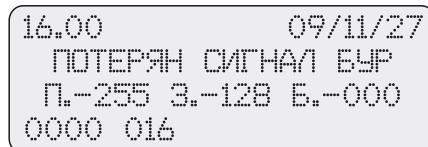

Рис. 6.33
Для просмотра событий, происходивших в системе, предназначено меню «Архив», где с привязкой ко времени и месту отображаются все события (рис. 6.33).
Для программирования ID сети при первом включении любого устройства оборудования «ГАРАНТ-Р» ПО-2 (в том числе и РС-К) включите БД и нажмите кнопку «стрелка вверх» (кнопка 4 – «Кнопка программирования ID сети», см. рис. 6.33). Индикацией успешного программирования ID является пятикратный звуковой сигнал (для БОС) и световой сигнал индикаторов «Прием/Передача» для остальных устройств. Одновременно с программированием ID сети в память устройства записывается номер выбранного частотного канала.
Для проверки правильности программирования ID сети включите устройство и БД и нажмите кнопку «Esc» (Кнопка 9 – «Сброс адреса», см. рис. 6.33) на БД – устройство должно отозваться соответствующей индикацией (трёхкратный звуковой сигнал для БОС и трёхкратный световой сигнал индикаторов «Прием»/«Передача» для остальных устройств).
- На DIP-переключателе наберите двоичный **код адреса** РС-М. Включите БД и нажмите кнопку «Стрелка влево» (кнопка 6, см. рис. 6.33). При записи правильного кода, появятся три коротких световых сигнала («Тест» и «Блокировка пуска»). Адрес РС-М является номером зоны для группы БОС.